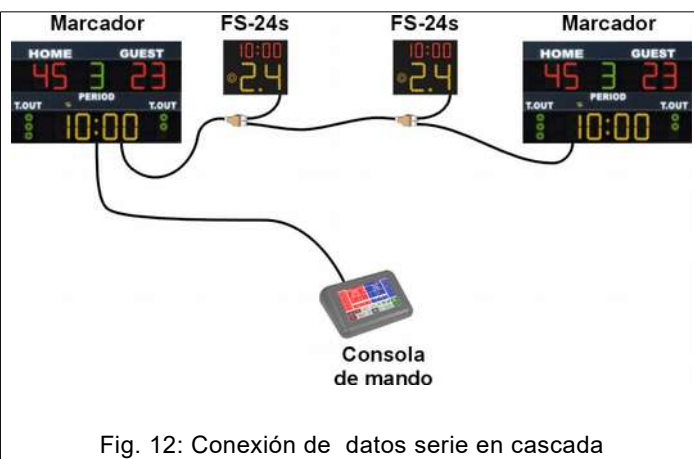
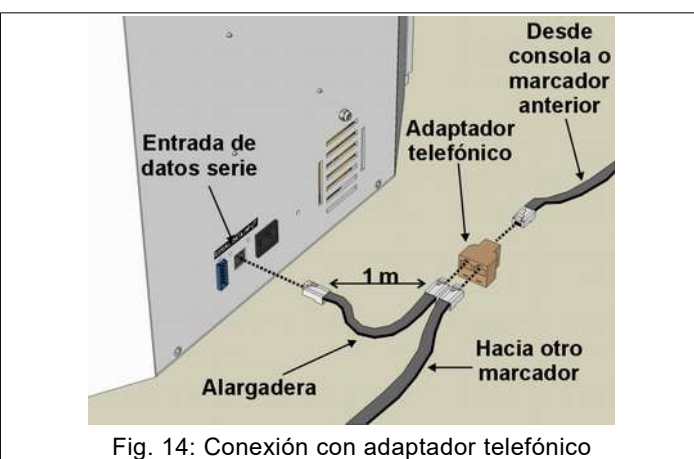

Fig. 12: Conexión de datos serie en cascada
Fig. 14: Conexión con adaptador telefónico
2. **Conexión distribuida** (véase la Fig. 12, Fig. 14). Las conexiones son realizadas en cascada, desde un marcador hacia el siguiente. De este modo, si un cable se corta, se apagan varios tableros.